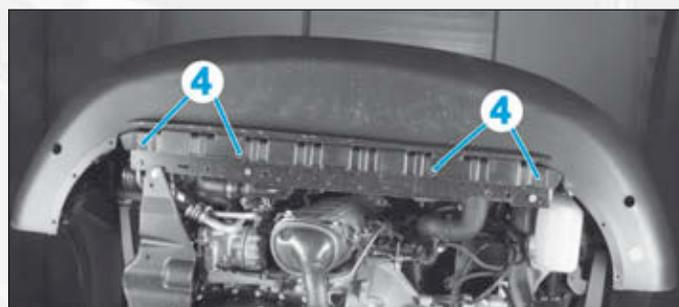

FIG.69
- les vis inférieures (4) du bouclier (Fig.69),